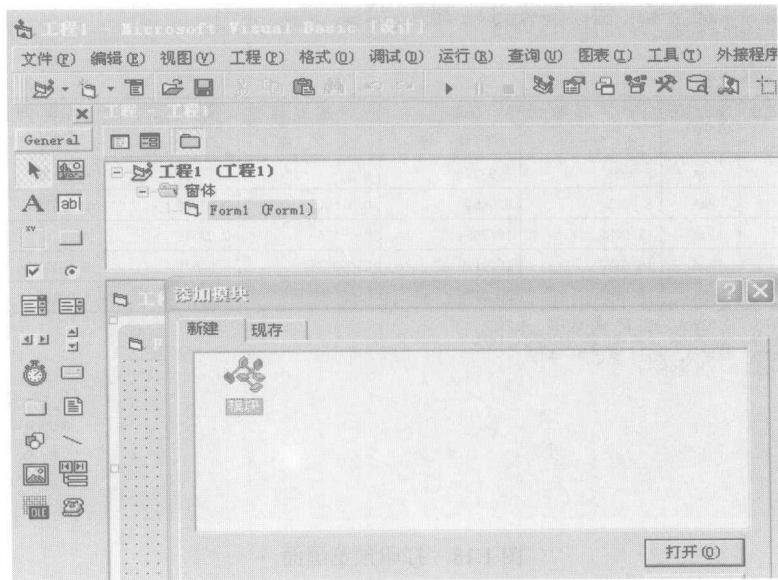

图 1.20 添加模块
② 在图 1.19 画面下点击“添加模块(M)”出现图 1.20 画面。
③ 在图 1.20 画面下选“打开”按钮。